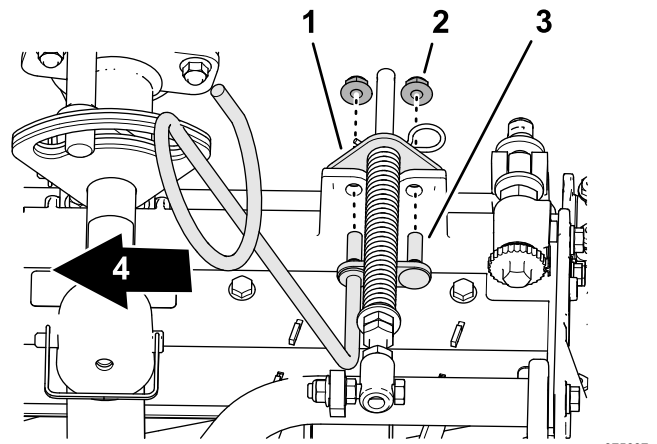

Figura 11
5. Alinhe os pinos do guia de tubos esquerdo com os orifícios da estrutura da unidade de corte e o suporte do compensador de relva (Figura 11).